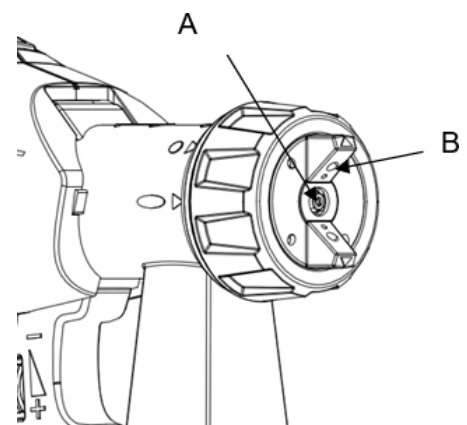

Fig. 7
● Lorsque du produit de revêtement s'accumule sur la buse (A) et le chapeau d'air (B) (Fig.7), nettoyez les deux pièces avec un solvant ou de l'eau.